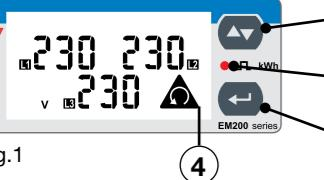
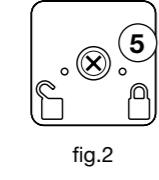
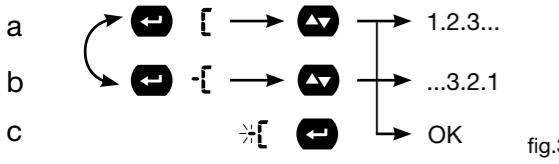

fig.1
fig.2
fig.3
■ Front panel and value setup (fig. 1)
In the **programming mode**: press the key 1, to scroll the menus or increase/decrease the values to be set up. With button 2 you can enter the submenus and change the value changing mode from positive to negative or vice versa according to the logic indicated in fig.3: Step "a", pressing button 2, the letter C appears in the bottom row, indicating the possibility to change the values increasing them by means of button 1. Step "b", pressing again button 2, -C appears in the bottom row, indicating the possibility to decrease the values by means of button 1. Step "c", To confirm the selected value, hold button 2 pressed until the mark - of letter C disappears. This way, the value is confirmed.
The **frontal red LED** (3, fig.1) flashes proportionally to the measured imported energy. **Wrong phase sequence indicator** (4, fig 1), the hazard triangle is displayed in case of wrong phase sequence (L2-L1-L3, L1-L3-L2).
It is possible to block the access to programming by means of a specific trimmer positioned on the rear of the removable display unit. Turn the trimmer clockwise up to its run end with the help of a suitable screwdriver as shown in figure 2 point 5.
To enter the complete programming mode, press the key 2 for at least 3 sec. (fig. 1). Entering the programming mode, all the measurements and control functions are inhibited. During this phase the flashing of the LED has not to be considered.
16 End: it allows exiting the programming mode by pressing the key 2 (see fig 1).
■ Pannello frontale ed impostazioni valori (fig. 1)
In **modalità programmazione**: tasto 1, scorre i menù o incrementa/decrementa i valori da impostare. Il tasto 2, entra nei sottomenù e cambia la modalità di incrementazione dei valori da positiva a negativa e viceversa secondo la logica riportata nella fig.3: passo "a", premendo il tasto 2 compare una lettera C nella riga inferiore indicante la possibilità di agire sui valori incrementandoli mediante il tasto 1. Passo "b", premendo ulteriormente il tasto 2 compare -C nella riga inferiore indicante la possibilità di agire sui valori decrementandoli mediante il tasto 1. Passo "c", Per confermare il valore selezionato tenere premuto il tasto 2 finché il segno - (se presente) e la lettera C scomparsano, il valore sarà così confermato.
II LED rosso frontale (3, fig.1) lampeggia proporzionalmente alla misura o di energia importata. **Indicatore di sequenza fase errata** (4, fig 1), il triangolo di pericolo viene visualizzato in caso di sequenza fasi errata (L2-L1-L3, L1-L3-L2).
E' possibile bloccare l'accesso alla programmazione mediante un apposito trimmer posizionato nel retro dell'unità display removibile. Girare in senso orario fino a fondo corsa il trimmer con l'aiuto di un cacciavite adeguato come illustra la fig. 2 punto 5.
Per accedere alla programmazione completa dello strumento premere il tasto 2 per almeno 3sec. (fig. 1). Quando si accede alla programmazione, si inibiscono tutte le funzioni di misura e controllo (il trimmer non deve essere posizionato in lock, fig. 2). In questa fase il lampeggio del LED frontale non deve essere considerato.
■ Vorderes Bedienfeld und Werteinstellungen (fig. 1)
Im **Programmiermodus**: Taste 1 durchblättert die Menüs bzw. erhöht/verringert die einzustellenden Werte. Mit Taste 2 gelangt man in die Untermenüs und ändert die Zunahmemodalität der Werte von positiv in negativ und umgekehrt je nach der in Fig. 3 angegebenen Logik: Schritt a: bei Drücken der Taste 2 wird ein Buchstaben C in der unteren Zeile angezeigt, der die Möglichkeit aufzeigt, die Werte mit der Taste 1 zu steigern. Schritt b: bei weiterem Drücken der Taste 2 wird -C in der unteren Zeile angezeigt, was die Möglichkeit aufzeigt, die Werte mit der Taste 1 zu verringern. Schritt c: Zur Bestätigung des gewählten Werts die Taste 2 so lange gedrückt halten bis das Zeichen - des Buchstabens C erscheint, dadurch wird der Wert bestätigt. **Die vordere rote LED-Leuchte** (3, Fig.1) blinkt proportional zur gemessenen aufgenommenen Energie.
Anzeige von falscher Phasenfolge (4, fig 1), das Gefahrendreieck wird bei falscher Phasenfolge angezeigt (L2-L1-L3, L1-L3-L2).
Der Zugriff auf die Programmierung kann mit einem entsprechenden auf der Rückseite der entfernbaren Anzeigeneinheit positionierten Trimmer blockiert werden. Den Trimmer mithilfe eines passenden Schraubenziehers, wie auf Abb. 2 Punkt 5 dargestellt, im Uhrzeigersinn bis zum Anschlag drehen.
Um in den Programmiermodus zu gelangen, muss die Taste 2 für mindestens 3 Sek. gedrückt werden (siehe Abb. 1). Im Programmiermodus werden alle Mess- und Kontrollfunktionen inaktiv. Diese Phase hat keinen Bezug zu dem Blinken der LED.
16 End: pour revenir au mode mesure, appuyer sur la touche 2 (voir fig.1)